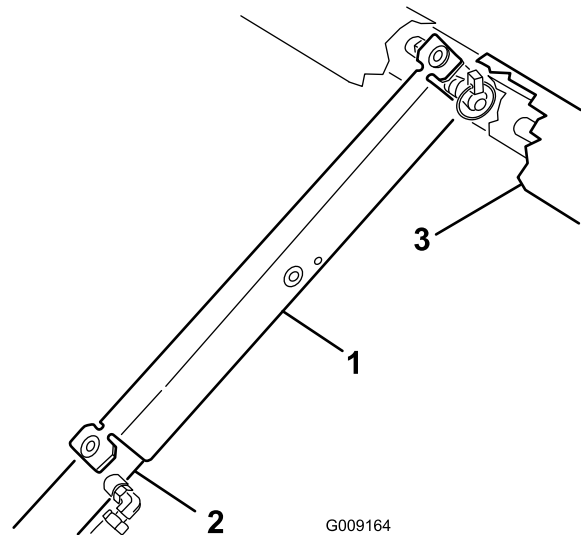

Bild 32
3. Schieben Sie die Ladepritschenstütze auf die Zylinderstange. Achten Sie darauf, dass die Endnasen der Stütze auf dem Ende der Zylindertrommel und auf dem Ende der Zylinderstange aufliegen (Bild 32).